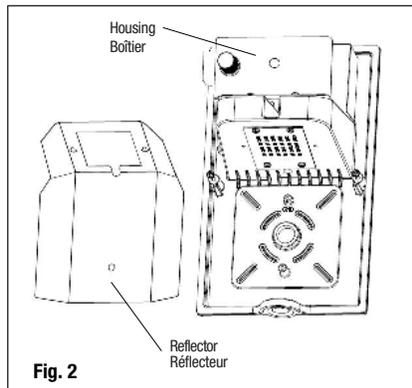

Fig. 2
2. Unscrew the 3 screws inside the luminaire housing and remove the reflector (Fig. 2).
3. Drill the appropriate mounting holes on the back of the housing in order to install the luminaire on the wall recessed junction box (Fig. 2).
2. Dévisser les 3 vis situées à l'intérieur du boîtier du luminaire et retirer le réflecteur (Fig. 2).
3. Percer les trous de montage appropriés à l'arrière du boîtier afin d'installer le luminaire sur la boîte de jonction encastrée dans le mur (Fig. 2).